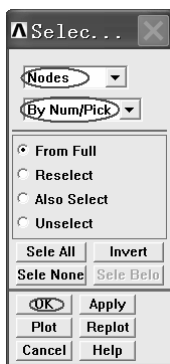
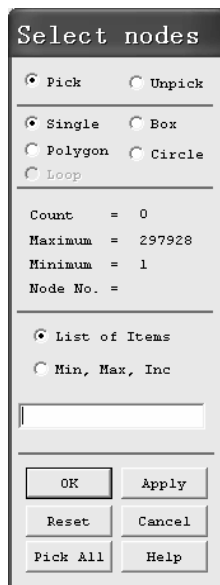

图 10-24 “Selec...” 窗口
图 10-25 “Select Nodes” 窗口
(1) 依次选择 Utility Menu>Select>Entities..., 弹出“Sele...”窗口(见图 10-24)。在该窗口的第一个方框中选择“Nodes”, 在第二个方框中选择“By Num/Pick”, 然后单击“OK”按钮, 弹出“Select nodes”窗口(见图 10-25), 单击“Pick All”按钮, 选中所有节点。